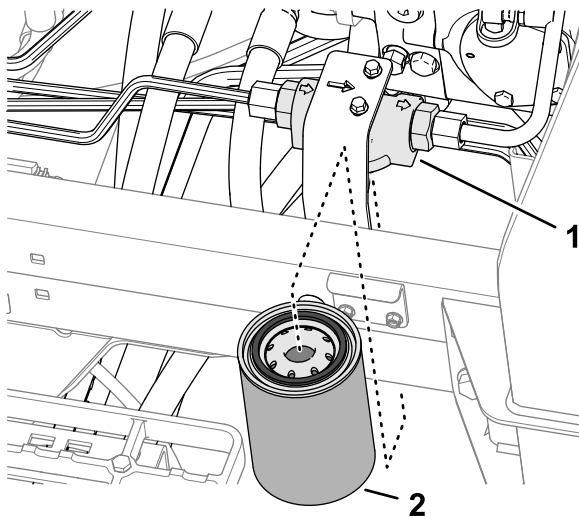

Figure 104
3. Placez un bac de vidange sous le filtre de charge, sur le côté gauche de la machine (Figure 104).